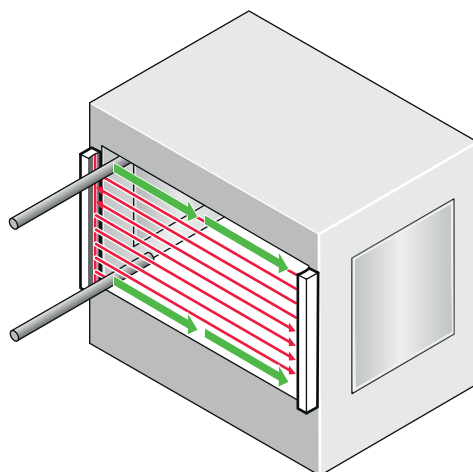

Рисунок 32: Контроль с помощью пробника: 3-й шаг
3. В заключение провести пробником по краям контролируемой зоны, как показано стрелками, см. рисунок 32.